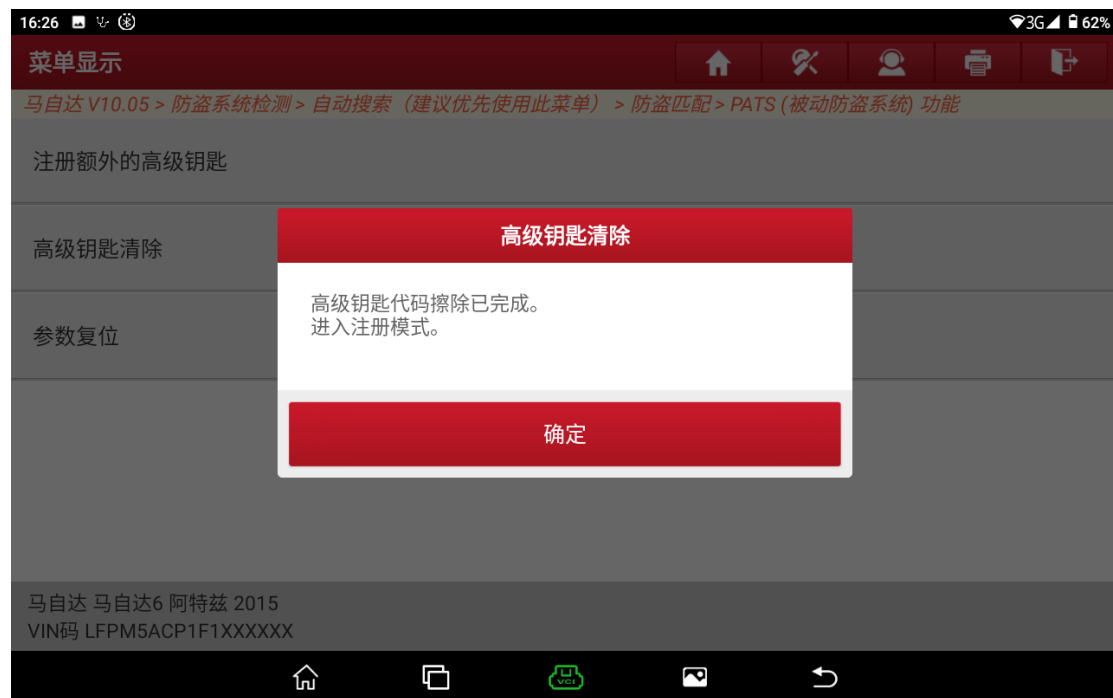

图 17
15. 擦除完成后，进行钥匙注册（图 17）
15. 等待 5 S（图 17）